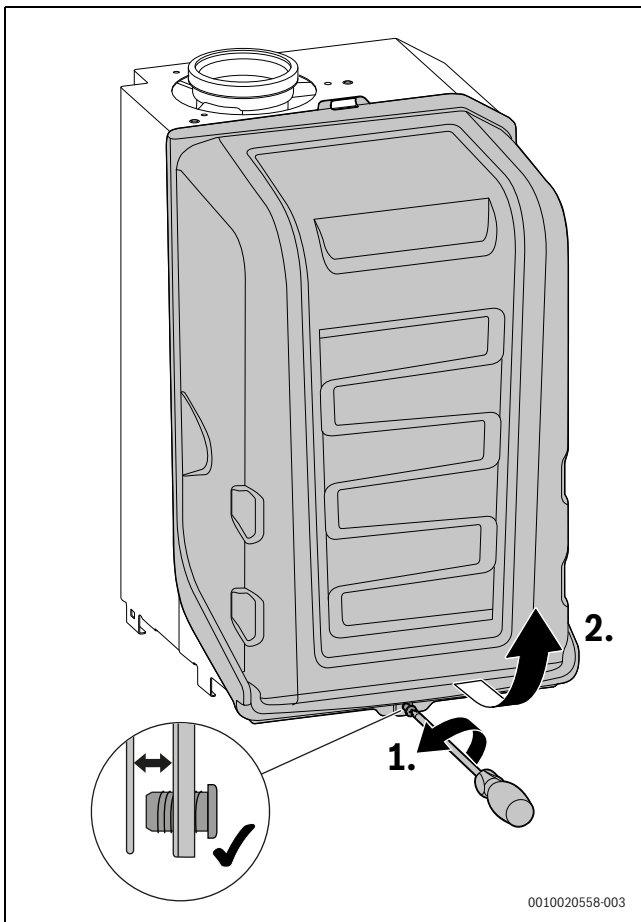

Bild 124 Brennerhaube abnehmen
- ▶ Brennerhaube abnehmen (→ Bild 124, Seite 66).